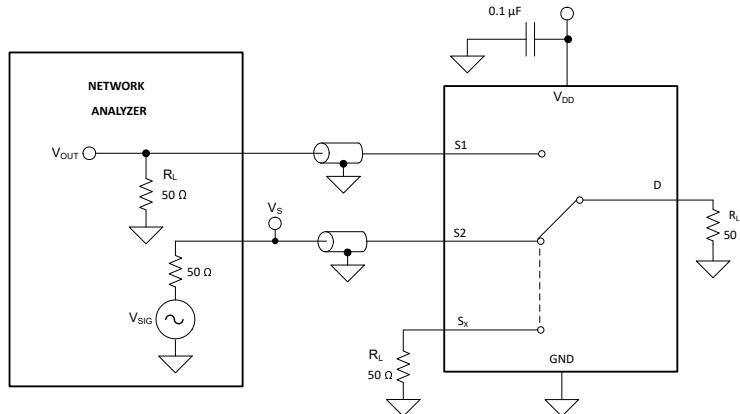

図 7-10. チャネル間クロストーク測定時の設定
クロストークは、オンチャネルのソース・ピン (S_x) に信号が印加された場合に、他のチャネルのドレイン・ピン (D) に現れる信号の比率として定義されます。図 7-10 に、クロストークの測定を行う際の設定と、クロストークの計算に使用する式を示します。